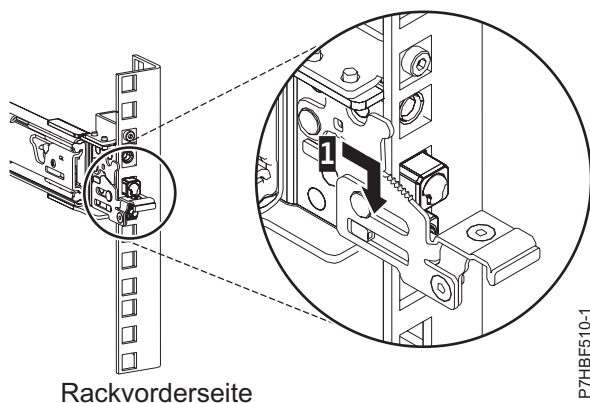

Abbildung 6. Vorderer Schiene des Racks mit eingerasteten Stiften
4. Ziehen Sie die Schiene nach vorne und setzen Sie die beiden Stifte (1) an der Vorderseite der Schiene in die zuvor in der EIA-Einheit markierten unteren Bohrungen an der Vorderseite des Racks ein. Lassen Sie die Schiene los und lassen Sie sie einrasten (siehe Abb. 6).